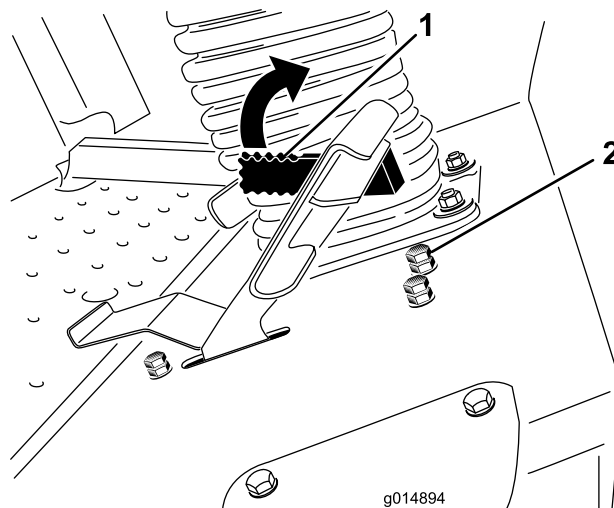

Рисунок 61
Рычаг ограничителя скорости скашивания (Рисунок 61) можно передвинуть вперед для ограничения скорости движения во время работы.
- Ослабьте зажимную гайку на упорном болте ограничителя скорости скашивания (Рисунок 61).